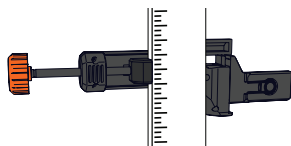

Figure 24
3. Appuyer sur le bouton de libération du dispositif de serrage et le tenir enfoncé pour fermer le bouton du dispositif de serrage sur la mire de nivellement. Tourner le bouton du dispositif de serrage pour serrer davantage ce dernier jusqu'à ce qu'il soit solidement fixé. (Figure 24)